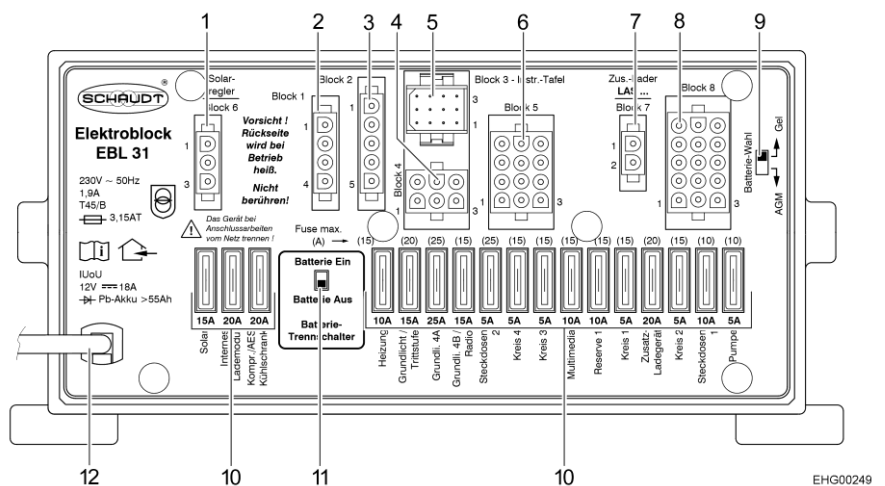

Bild 72 EI-block (EBL 31)
- ▷ För **alla** elektriska 12 V-förbrukare från spänningsförsörjningen och för att undvika urladdning av bodelsbatteriet, ställ in batteri-brytaren (Bild 72,11) på el-blocket på "Batterie Aus" (batteri från).
- ▷ Förbrukare som laddare, laddningsregulator för solpanel, panel och liknande förbrukar ström från batteriet, även då huvudbrytaren 12 V på panelen (Bild 73,6) är frånkopplad. Därför bör du ställa batteri-brytaren (Bild 72,11) på el-blocket på "Batterie Aus" (batteri från) om fordonet inte ska användas under en längre tid.